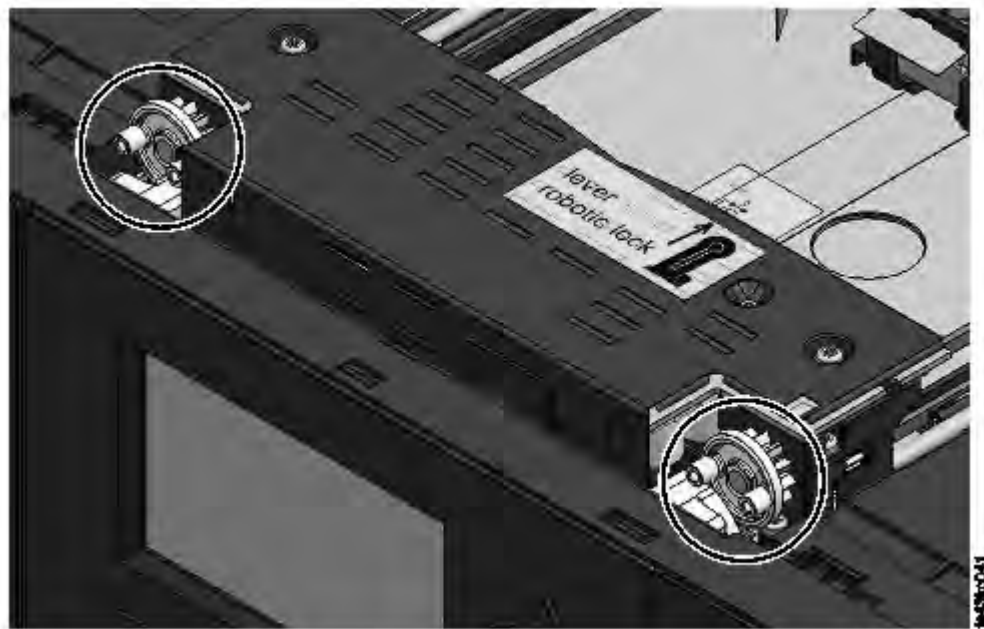

Figure 85. Les broches sont alignées horizontalement
1. Chaque angle du manipulateur est doté d'un engrenage comportant deux broches saillantes. Faites pivoter l'un des engrenages du manipulateur afin que les deux broches soient alignées horizontalement. Voir Figure 85, à la page 189.